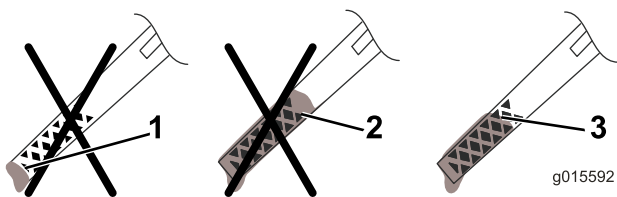

Figura 10
5. Per determinare qual è il corretto livello di olio sull'asta, vedere Figura 10.
Nota: Riempite la coppa dell'olio motore fino a quando l'asta di livello non indica che il livello dell'olio è corretto, come illustrato nella Figura 10. Se riempite eccessivamente il motore, estraiete l'olio in eccesso come indicato in Cambio dell'olio motore (pagina 12).